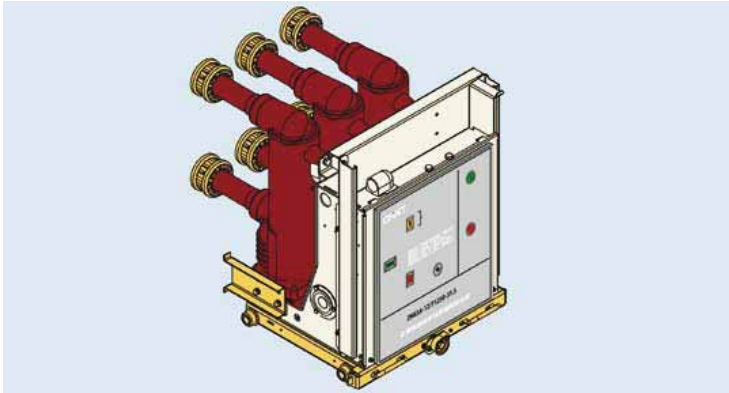

Рис. 6.9 Внешний вид выключателя ZN63S-10T1250-31.5
6.4 Внешний вид и монтажные размеры выключателя ZN63S-10T1250-31.5, межфазное расстояние 150 мм (см. рис. 6.9, 6.10)